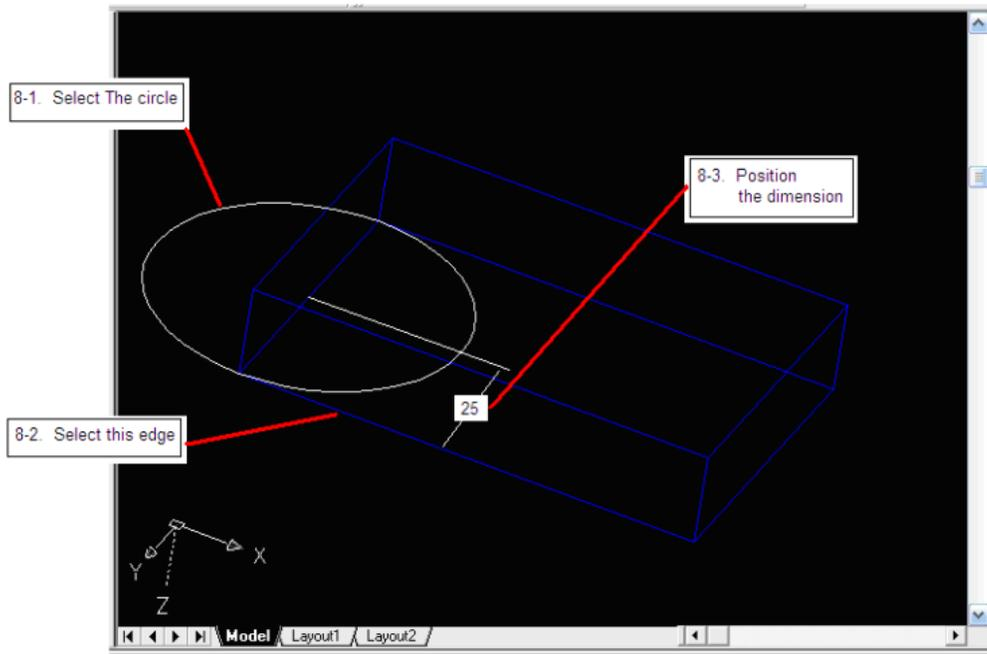

Figura 59
15. Ahora seleccionaremos el comando *Single Profile* para convertir el círculo en un dibujo paramétrico. Cuando el círculo es convertido requiere tres dimensiones. Cada dimensión requiere de: identificar dos dimensiones para la localización, la posición del centro del círculo y el diámetro del círculo, como se ve en la *figura 59*.